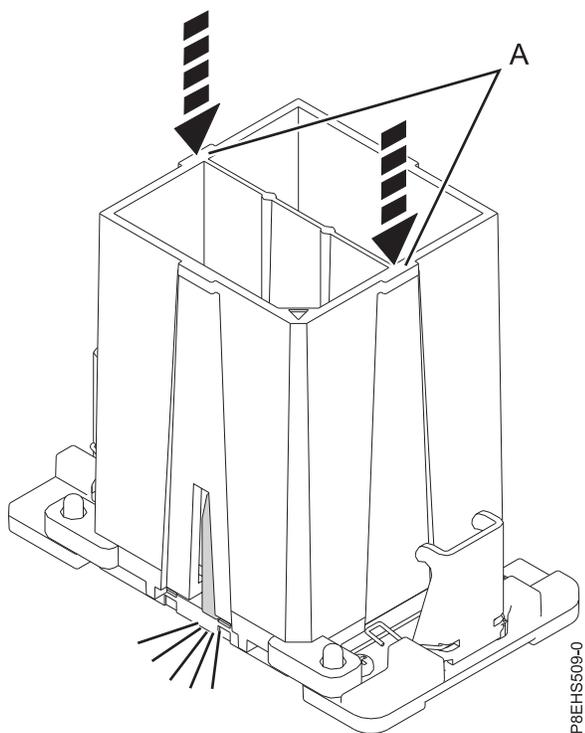

図 73. システム・プロセッサ・モジュールをツールにロック
- c. 取り外しツール (A) がシステム・プロセッサ・モジュールの上部に乗った状態で、ツールを押し下げて、システム・プロセッサ・モジュールをツールにロックします (78 ページの図 73 を参照)。両方のツールあご部がシステム・プロセッサ・モジュールにロックされていることを確認します。指示があるまで青色のリリース・タブを押さないでください。